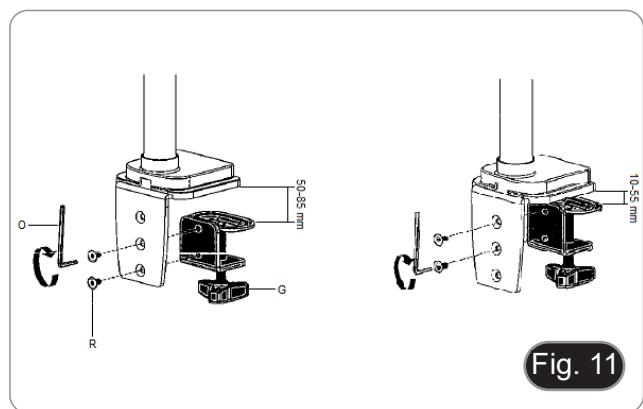

Fig. 11
4. Unire il morsetto (G) al supporto del morsetto (F) usando le due viti (R). (Fig. 11)
- NOTA: a seconda dello spessore del tavolo, il morsetto (G) può essere montato in due diverse posizioni.